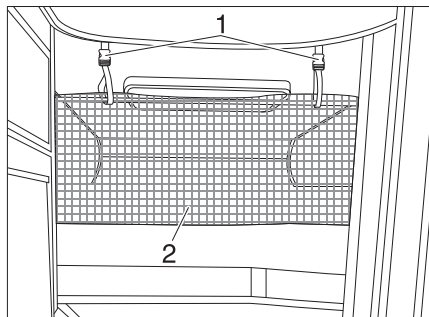

Bild 124 Sicherungsnetz
Das Sicherungsnetz (Bild 124,2) ist serienmäßig zwischen Matratze und Lattenrost verstaут. Das Sicherungsnetz erst aufspannen, wenn sich die Person bereits im Bett befindet.
- Die Haltebänder (Bild 124,1) in die Halterungen an der Decke einrasten.
Sicherungsnetz Das Sicherungsnetz (Bild 124,2) ist serienmäßig zwischen Matratze und Lattenrost verstaut. Das Sicherungsnetz erst aufspannen, wenn sich die Person bereits im Bett befindet.